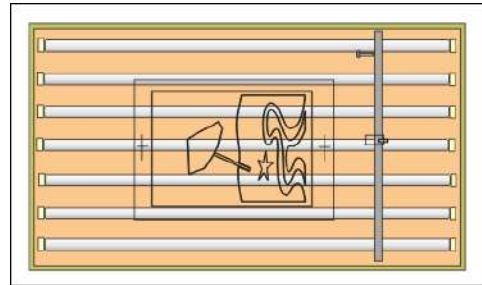

Imagen 319
- 3- Calzar las cruces de cada película con las cruces de registro de la transparencia, y se asegura la película con cinta transparente (Imagen 319)